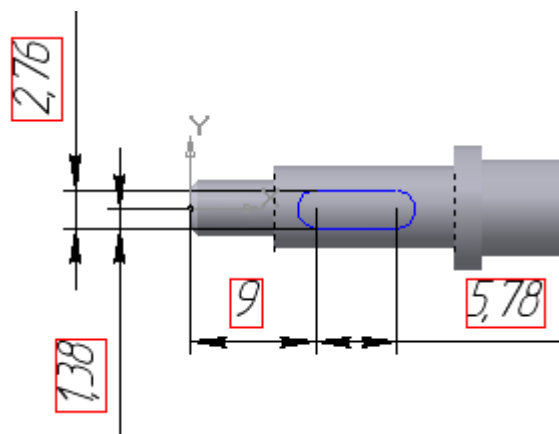

Рисунок 5.19 – Нанесення розмірів
10. Нанесіть чотири розміри (рис. 5.19).